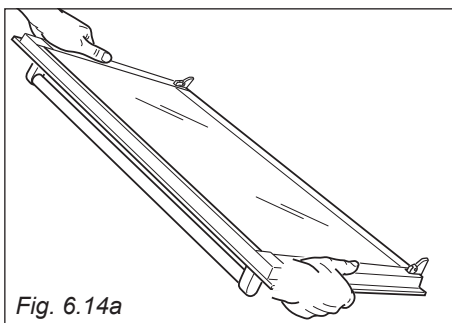

Fig. 6.14a
1. Afferrare saldamente la porta (fig. 6.14a).